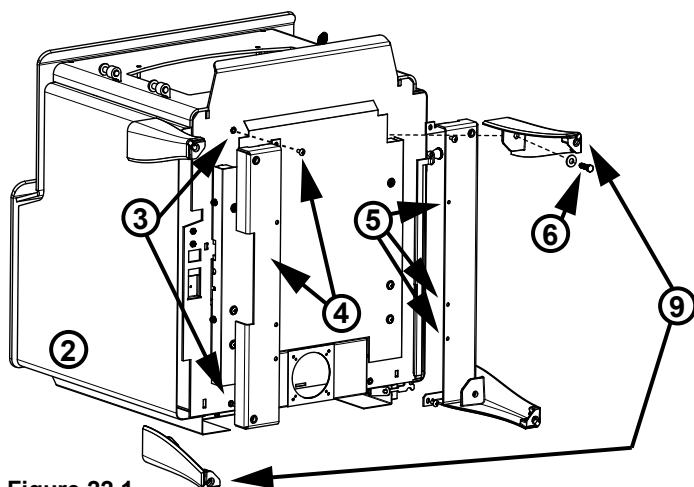

Figure 22.1
3. Retirez les quatre vis de l'appareil (**Figure 22.1**).
REMARQUE : Il y a un sens droit et gauche d'installation des pieds (**Figure 22.1**).
5. Installez six vis au bas des supports de pieds (**Figure 22.1**).
REMARQUE : Les pieds comportant un boulons de mise à niveau doivent être aux coins opposés de l'appareil - un à l'avant et un à l'arrière (**Figure 22.1**).